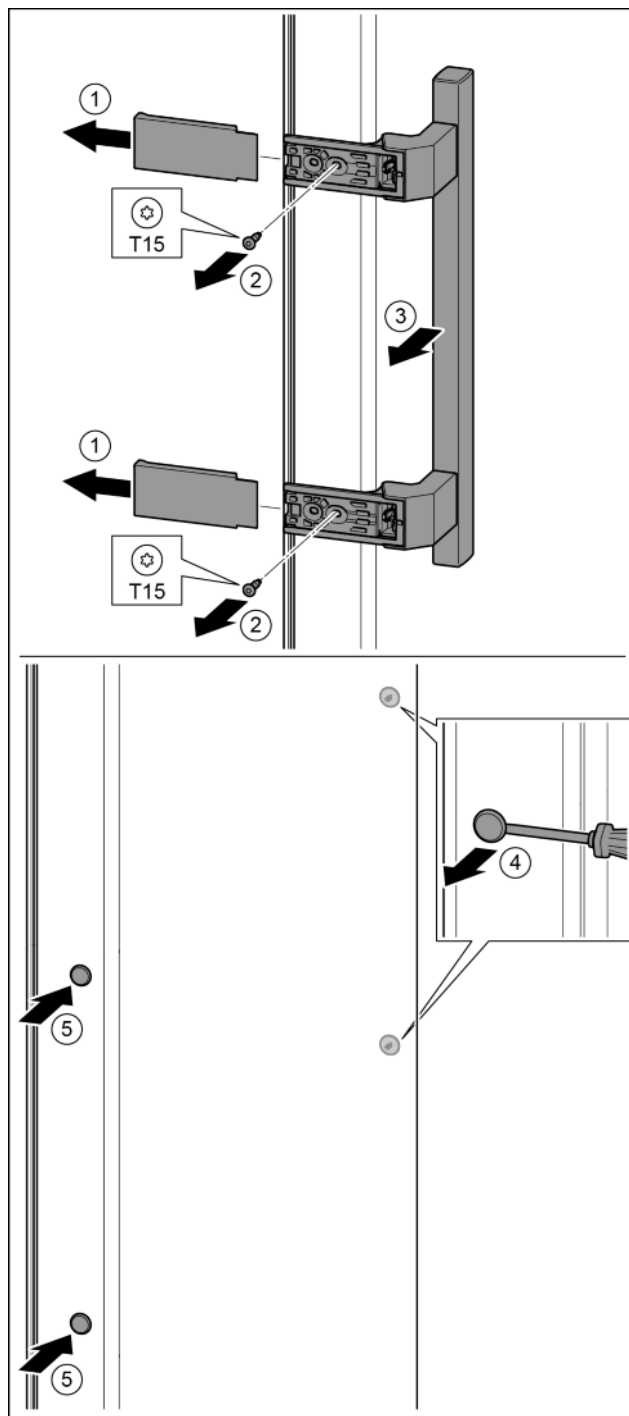

Fig. 14
- Снять крышку. Fig. 14 (1)
- Выкрутить винты отверткой T15. Fig. 14 (2)
- Снять ручку. Fig. 14 (3)
- Осторожно приподнять шлицевой отверткой боковые заглушки и вынуть их. Fig. 14 (4)
- Заглушки снова вставить с другой стороны. Fig. 14 (5)